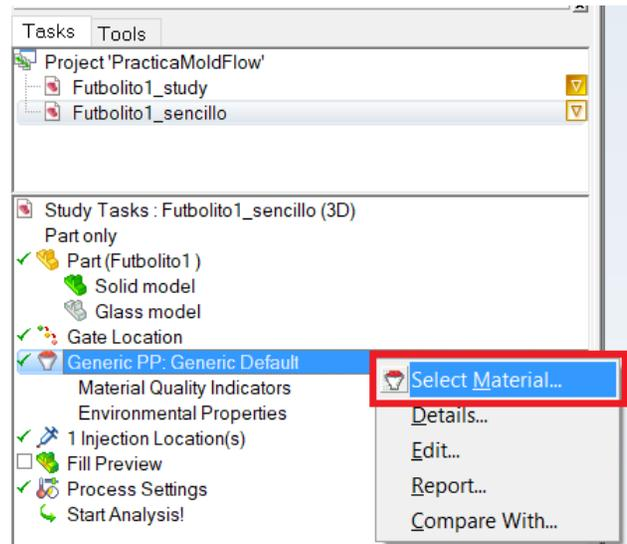

Figura 6.21 Abrir menú de materiales.
- En el menú, dar click derecho en **Generic PP: Generic default** y posteriormente en **Select material** (Figura 6.21).